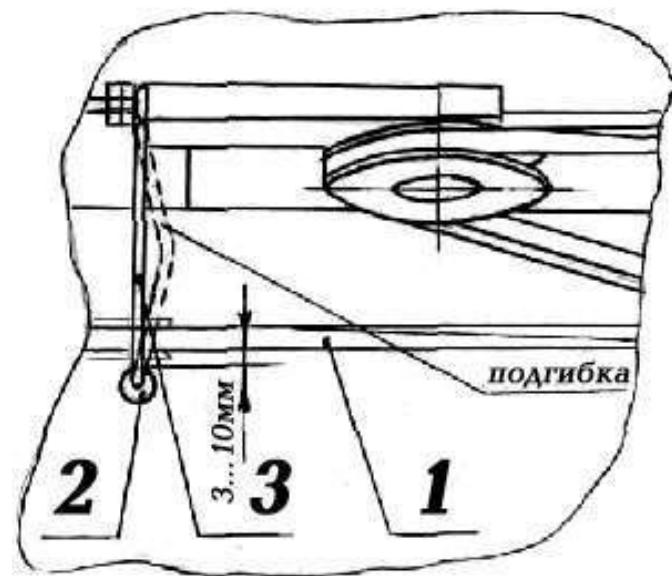

Рис. 5.4. Схема регулировки зазора между ремнем левого ротора и роликом ограничителя провисания ремня.
5.4. Регулировка зазора между ремнем 1 /рис.5.4/ левого ротора и роликом 2 ограничителя провисания ремня: